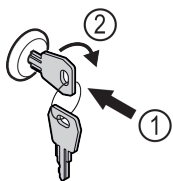

Fig. 68 Beispielhafte Darstellung
- Schlüssel hineindrücken Fig. 68 (1).
- Schlüssel um 90° im Uhrzeigersinn drehen Fig. 68 (2).